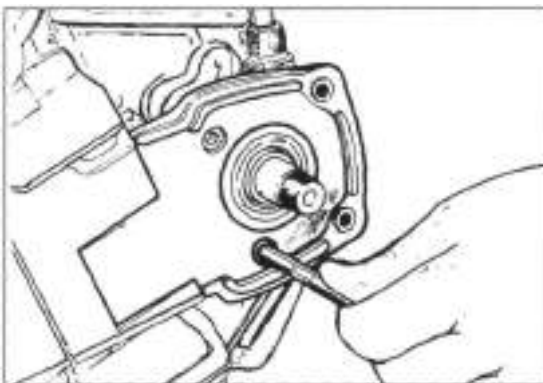

Bild 138
- Kunststoffabdeckung abnehmen (Bild 138).